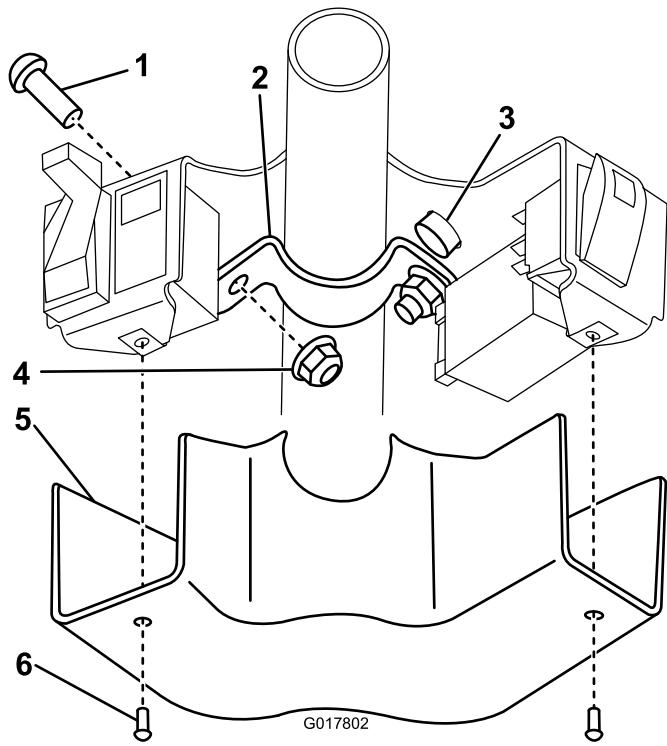

図10
5. コラムブラケットの上面の穴についている打ち抜きプラグを打ち抜いて外す(図10)。
ジねじ2本、フランジナット2個を使用する(図10)。
8. コラムカバーを取り付ける；残っているねじ2本(#10-24 x 1/2 インチ)を使用する(図10)。